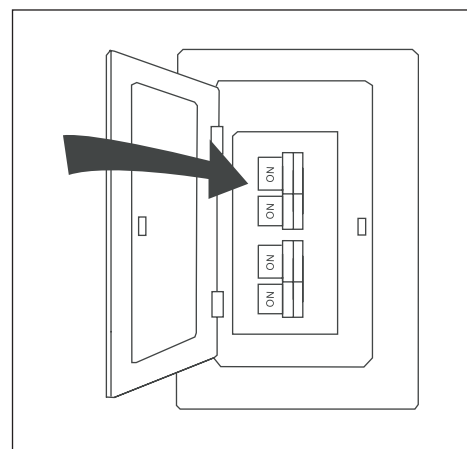

Figura 5.8
8. Encienda el suministro de electricidad del ventilador a la caja del interruptor de circuito y interruptor de pared. El ensamblaje está listo (Figura 5.8).